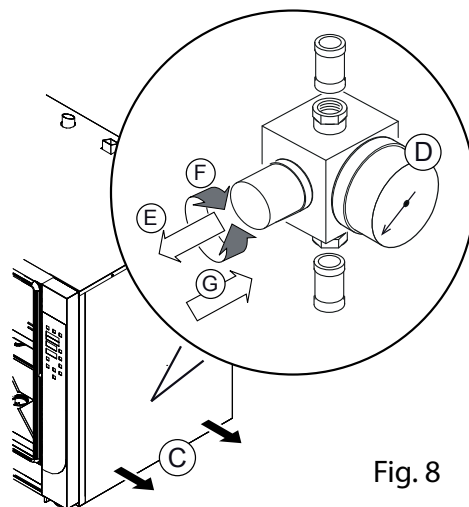

Fig. 8
- Svitare e smontare il pannello laterale destro (Fig. 8 C)
- Verificare il valore sul manometro (Fig. 8 D) che, in riferimento ad una pressione di entrata di 2,5 bar, deve corrispondere a: **Mod. 4 / 6** = 90 ml/mnuti = quantità di acqua in uscita dal tubo umidificatore; **Mod. 10** = 100 ml/minuti = quantità di acqua in uscita dal tubo umidificatore.
- Sbloccare la manopola di regolazione: tirare leggermente (Fig. 8 E), ruotare in senso orario o antiorario (Fig. 8 F) fino a raggiungere la pressione/portata desiderata, quindi premere per bloccare il dispositivo sui parametri impostati (Fig. 8 G).